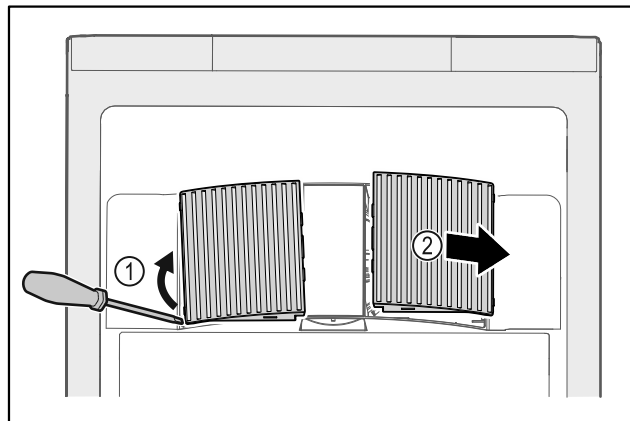

Fig. 142
- ▶ Ventilatoriaus uždangalus atsargiai nukelkite iš šono Fig. 142 (1) ir nuimkite į priekį Fig. 142 (2).